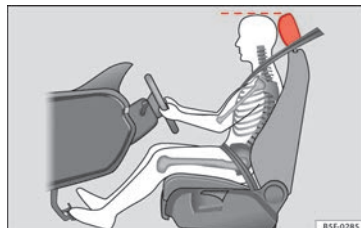

Fig. 92 Corretto posizionamento della poggiatesta del conducente.
- Regolare il poggiatesta portando il suo bordo superiore alla stessa altezza della parte superiore della testa » **fig. 92.**